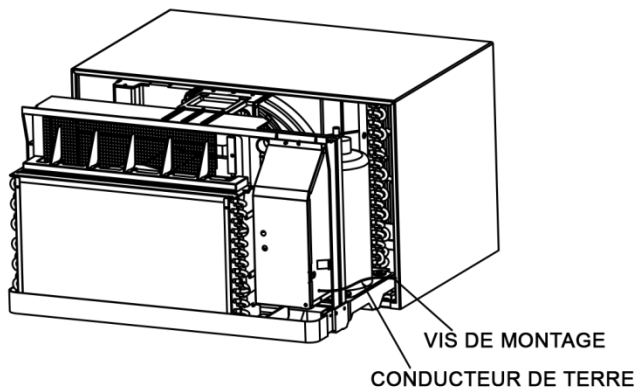

Figure 3
- Un léger pas du bas du côté intérieur vers le côté extérieur, tel qu'illustré à la figure 3.
2. Retirez la vis de mise à la terre et le fil à côté du symbole de mise à la terre sur le côté droit du panneau de commande du châssis (Figure 3). Passez l'autre extrémité du fil de mise à la terre par le trou dans le côté inférieur droit du manchon avec une vis à tête à pointe émoussée n° 8 x 3/8 po. Le trou sur le manchon est indiqué par le symbole de mise à la terre sur le manchon. Faites glisser le châssis à mi-chemin dans le manchon et repasser le fil de terre par le trou situé sur le côté droit de la zone du panneau de commande à côté du symbole de mise à la terre.